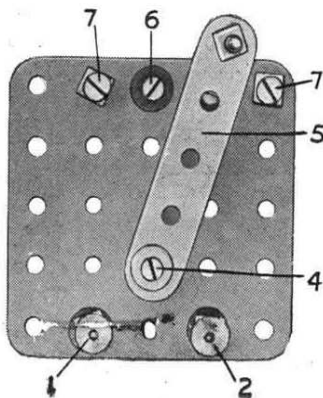
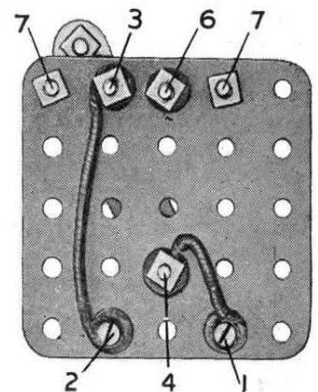

Fig. 1.
Fig. 2.
La fig. 1 nous montre un de ces petits interrupteurs. Il est monté sur une plaque de 6 cm. x 6 cm. portant deux bornes 1 et 2 qui sont montées et isolées de la plaque d'après nos précédentes instructions. La borne (2) est reliée par un fil guipé à un boulon 6 BA (3) qui est isolé de la plaque par un coussinet et une rondelle (voir le dessous de l'interrupteur à la fig. 2), tandis que la borne (1) est reliée à un boulon 6 BA (4). Ce boulon (4) est également isolé de la plaque et porte la bande de 5 trous (5) constituant le bras de l'interrupteur. La bande (5) est espacée de la plaque par un écrou disposé au-dessous de cette bande, et sur l'extrémité du boulon on doit alors placer une rondelle au-dessous de la tête du boulon pour donner un bon contact avec la bande. On visse les écrous sur le boulon (4) pour que le bras de l'interrupteur tourne à frottement dur. Une cheville filetée fixée à l'extrémité de la bande (5) forme une manette convenable, et deux boulons de 9 mill. 1/2 (7), bloqués par un écrou de chaque côté de la plaque, agissent comme butée. Un autre boulon isolé 6 BA (6) est monté dans la position indiquée; il n'est pas relié électriquement car il sert simplement de support dans la position de coupure de l'interrupteur.
Un autre type d'interrupteur qui a les mêmes usages que celui que nous venons de décrire, est montré à la fig. 2. Ce type est connu sous le nom d'interrupteur à couteaux, car on ferme le circuit en faisant pénétrer un levier dans une pièce de contact en forme de pince. Un avantage sérieux de cet interrupteur réside en ce que les surfaces de contact sont toujours propres, cette propriété étant due aux frictions du couteau dans les mâchoires de la pince. Le bras (1) de cet interrupteur est pivoté par un boulon et un contre-écrou (voir M. S. 263) à une embase (2) qui est isolée de la base de l'interrupteur par des coussinets isolants et des rondelles montées sur deux boulons 6 BA (3). Les surfaces de contact sont deux équerres de 25 x 25 mm. (4) boulonnées à la plaque de la base (une plaque à rebords de 9 x 6 cm.), ayant leurs extrémités légèrement courbées, comme il est montré, pour bloquer plus énergiquement le bras de l'interrupteur. La borne (5) est vissée sur un boulon 6 BA isolé de la base et connecté par un fil guipé à un des boulons (3). La seconde borne (6) est reliée par un autre fil à un des boulons fixant l'équerre (4) à la plaque à rebords. Les connexions au moteur que nous voulons commander sont identiques à celles de l'interrupteur précédemment décrit.